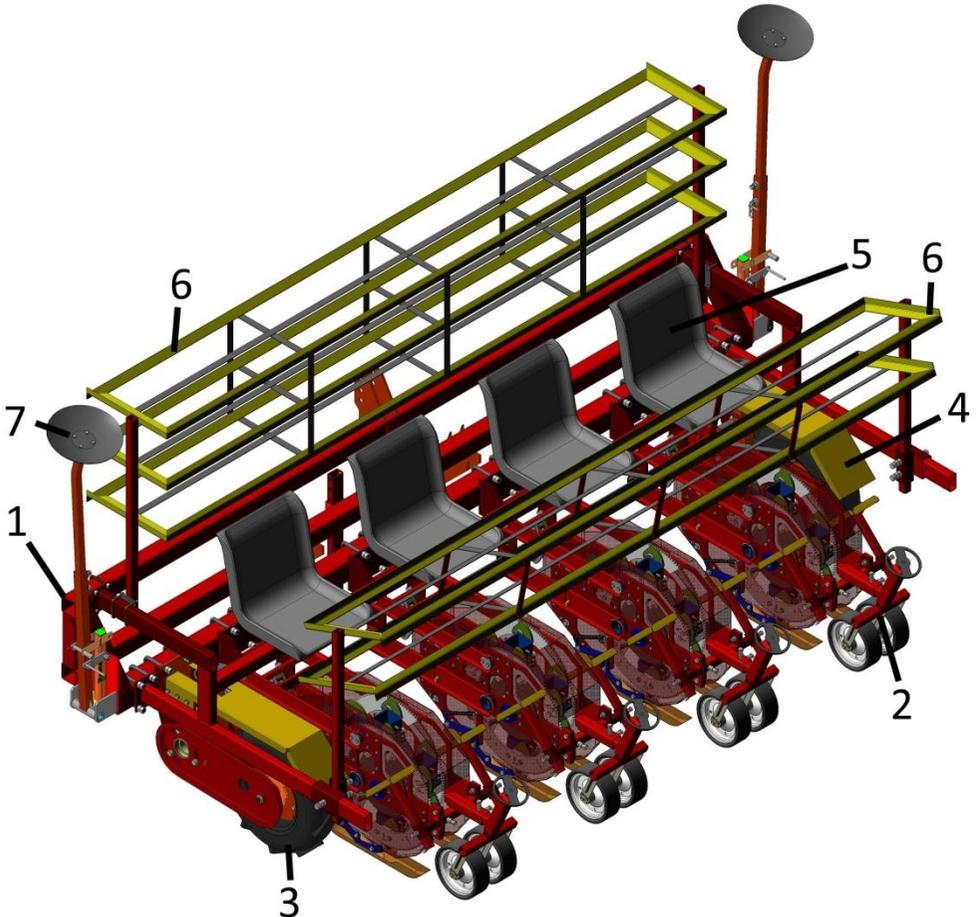

Рисунок 1 – Машина рассадопосадочная МРЗ
1.2 Машина рассадопосадочная МРП-2; -4 состоит из следующих составных частей (рисунок 1): рамы-1, на которой установлены: 2 или 4 посадочных секций 2, опорное колесо 3 и приводное 4; двух маркеров 7 для 4-х рядных машин с междурядьем 70/75 см, сидений - 5, , стеллажей для кассет с рассадой – 6.